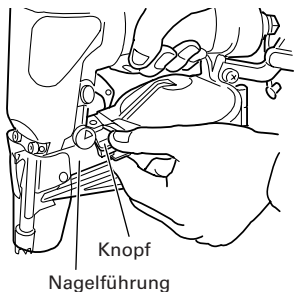

Abb. 1
- (1) Die Nägel in das Magazin einlegen.
- Öffnen Sie die Nagelführung durch Drücken der Verriegelung. (Siehe **Abb. 1**.)